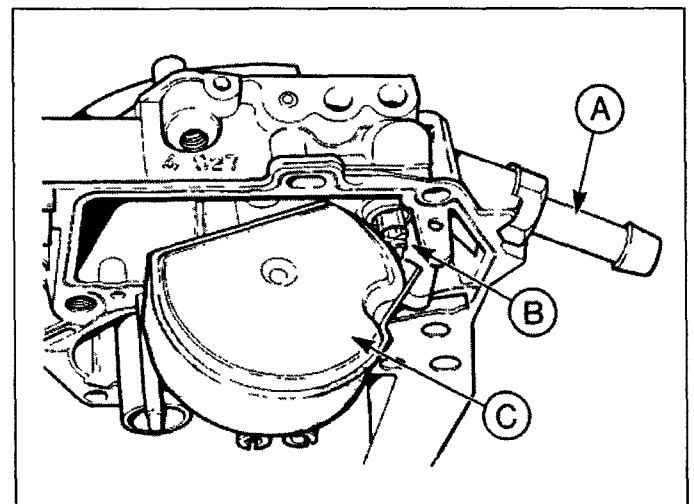

Рис. 3.9 Поплавковая система
- 9 Выколтите ось поплавка и снимите поплавок и прокладку крышки. Седло клапана - несъемное (рис. 3.9).